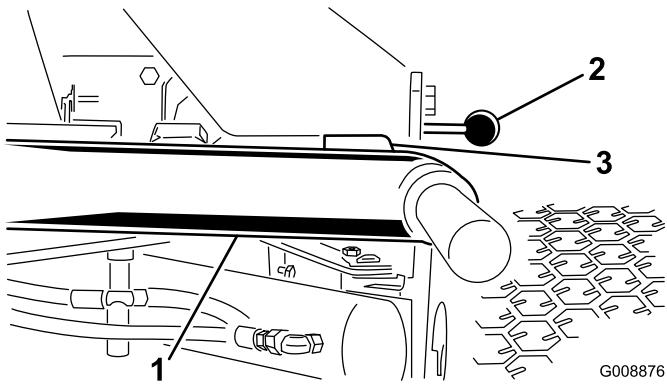

Figure 25
1. Mettez le moteur en marche, élévez les bras de relevage et vérifiez qu'un espace de 5 à 8 mm sépare chaque bras de relevage du support du panneau de plancher (Figure 25).